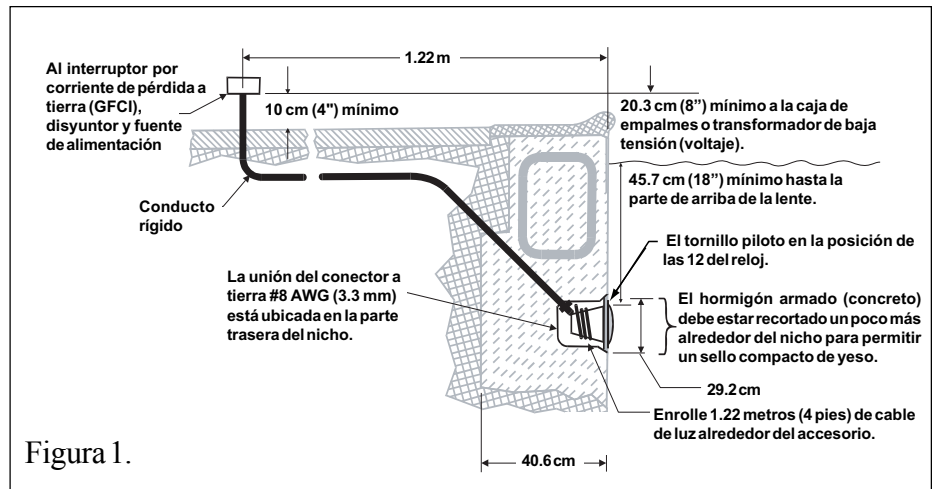

Figura 1.
A. Los siguientes pasos de preparación tienen que haberse completado por el electricista antes de instalar el accesorio para lámpara. (Vea la figura 1).
- b. La caja de empalmes (o, para los modelos de 12 voltios, el transformador de baja tensión) esté colocada por lo menos a 20.3 cm (8 pulgadas) arriba del nivel de tierra y por lo menos a 1.22 m (48 pulgadas) de distancia del borde de la piscina. (Vea la figura 1).
- d. El nicho en húmedo debe estar correctamente instalado de manera que el tornillo piloto se encuentre en la posición de las 12 del reloj y que el borde superior del lente de la lámpara subacuática se encuentre a un mínimo de 45,72 cm (18 pulgadas) por debajo de la superficie del agua de la piscina. (Vea la figura 1.)
- e. El nicho mojado está unido eléctricamente en la forma correcta y conectado a tierra a través del conector a tierra Núm. 8 AWG (3.3 mm) ubicado en la parte trasera del nicho. (Vea la figura 1.)
1. Pase el cordón a través del conducto hasta la caja de empalmes, dejando por lo menos 1.22 metros (4 pies) de cordón o cable en el accesorio para lámpara para enrollarlo en la misma lámpara. (Vea la figura 1.) Este metro veintidós centímetros (4 pies) de cordón alrededor del accesorio de la lámpara le permitirá darle servicio a dicha lámpara después de que se llene de agua la piscina.
- b. La caja de empalmes (o, para los modelos de 12 voltios, el transformador de baja tensión) debe estar por lo menos a 20.3 centímetros (8 pulgadas) arriba del nivel de tierra y por lo menos a 1.22 m (48 pulgadas) de distancia del borde de la piscina. (Vea la figura 1 abajo.)
- e. El nicho mojado está unido eléctricamente en la forma correcta y conectado a tierra a través del conector a tierra Núm. 8 AWG ubicado en la parte trasera del nicho. (Vea la figura 1.)
5. Deje por lo menos 1.22 metros (4 pies) de cordón o cable alrededor del accesorio de la lámpara. (Vea la figura 1.) Este metro veintidós centímetros (4 pies) de cordón enrollado alrededor del accesorio de la lámpara permitirá que se le dé servicio a la lámpara después de que se llene de agua la piscina.